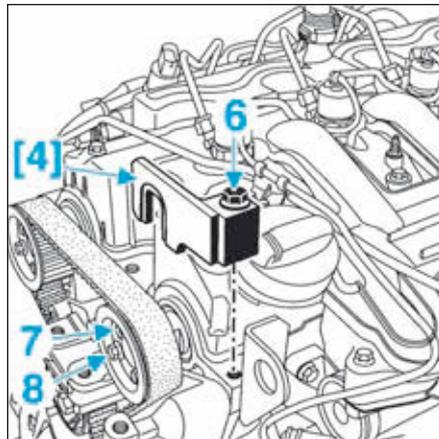
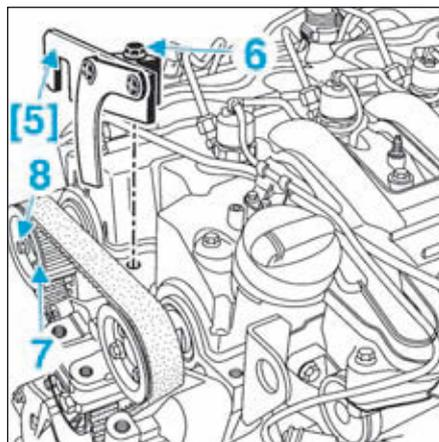

FIG. 110
FIG. 111
- Positionner les outils de calage des arbres à cames d'admission [4] et d'échappement [5] et serrer les vis (6) à la main (Fig.110) et (Fig.111).
- Desserrer d'un tour maximum les vis (7) des roues dentées des arbres à cames.
- Tourner les arbres à cames dans le sens horaire par les vis (8) (clé de 16 mm) de façon à bien plaquer les outils sur la culasse, puis bloquer les vis (6).